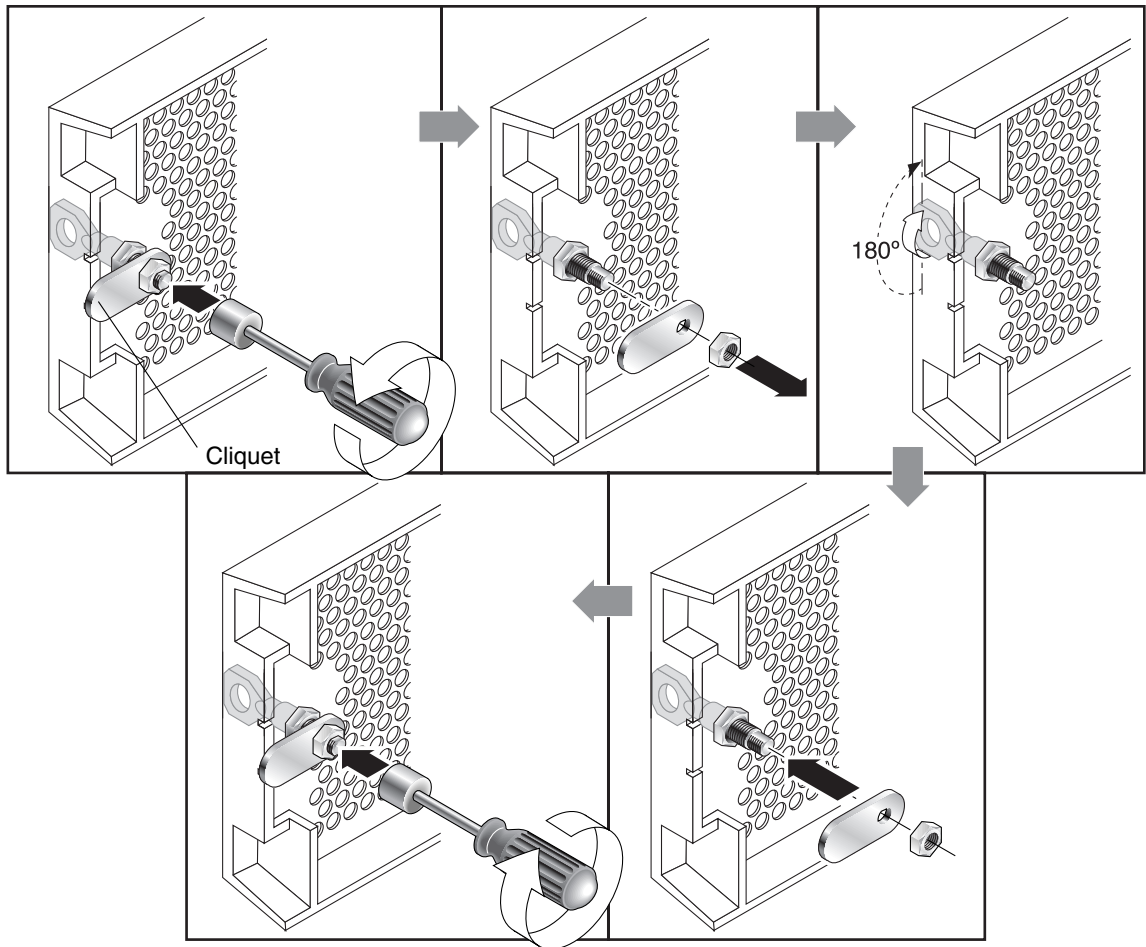

FIGURE 4-2 Séquence à suivre pour modifier les verrous du panneau afin d'empêcher le retrait des clés
1. Retirez le panneau avant en faisant pivoter doucement les bras oscillants hors de leurs supports et assurez-vous que la clé se trouve en position verrouillée, avec le cliquet à l'horizontale et dépassant le bord du panneau (voir la première illustration de la FIGURE 4-2).
2. Maintenez la clé en place et utilisez un tournevis à douille de 12 mm ou 3/8 de pouce pour retirer l'écrou de verrouillage qui maintient le cliquet en place, comme indiqué dans la première illustration de la FIGURE 4-2.
3. Soulevez le cliquet de la partie filetée du verrou, comme indiqué dans la deuxième illustration de la FIGURE 4-2.
5. Utilisez la clé pour tourner le verrou de 180°, comme indiqué dans la troisième illustration de la FIGURE 4-2.
6. Remplacez le cliquet en veillant à l'orienter de la même façon qu'avant le démontage, comme indiqué dans la quatrième illustration de la FIGURE 4-2.
7. Maintenez la clé en place et utilisez le tournevis à douille pour resserrer l'écrou de verrouillage, comme indiqué dans la cinquième illustration de la FIGURE 4-2. Veillez à ne pas forcer le filetage.